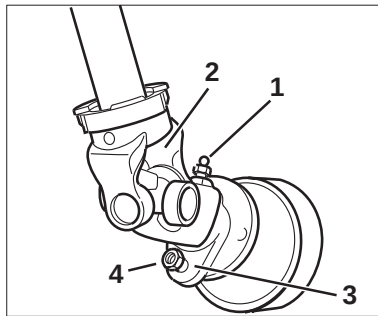

Fig. 5.4a
- Løs smørenippelen (Fig. 5.4a/1) og skyv inn kraftoverføringsakselen (Fig. 5.4a/2).
- Fest forbindelsesgaffelen (Fig. 5.4a/3) med skjærbolten (Fig. 5.4a/4).
- Skru fast smørenippelen (Fig. 5.4a/1).